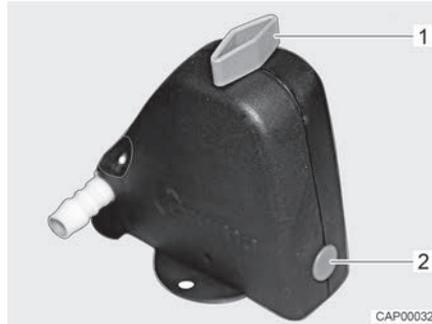
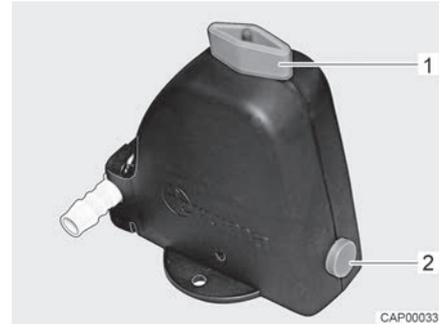

Fig. 145 Válvula de seguridad/purga cerrada
Fig. 146 Válvula de seguridad/purga abierta
- Abrir la válvula de seguridad/purga (Fig. 145). Para ello, girar el botón giratorio (Fig. 145,1) a la posición longitudinal en referencia a la válvula de seguridad/purga. El botón (Fig. 145,2) salta hacia fuera. La válvula de seguridad/purga abierta se muestra en Fig. 146.